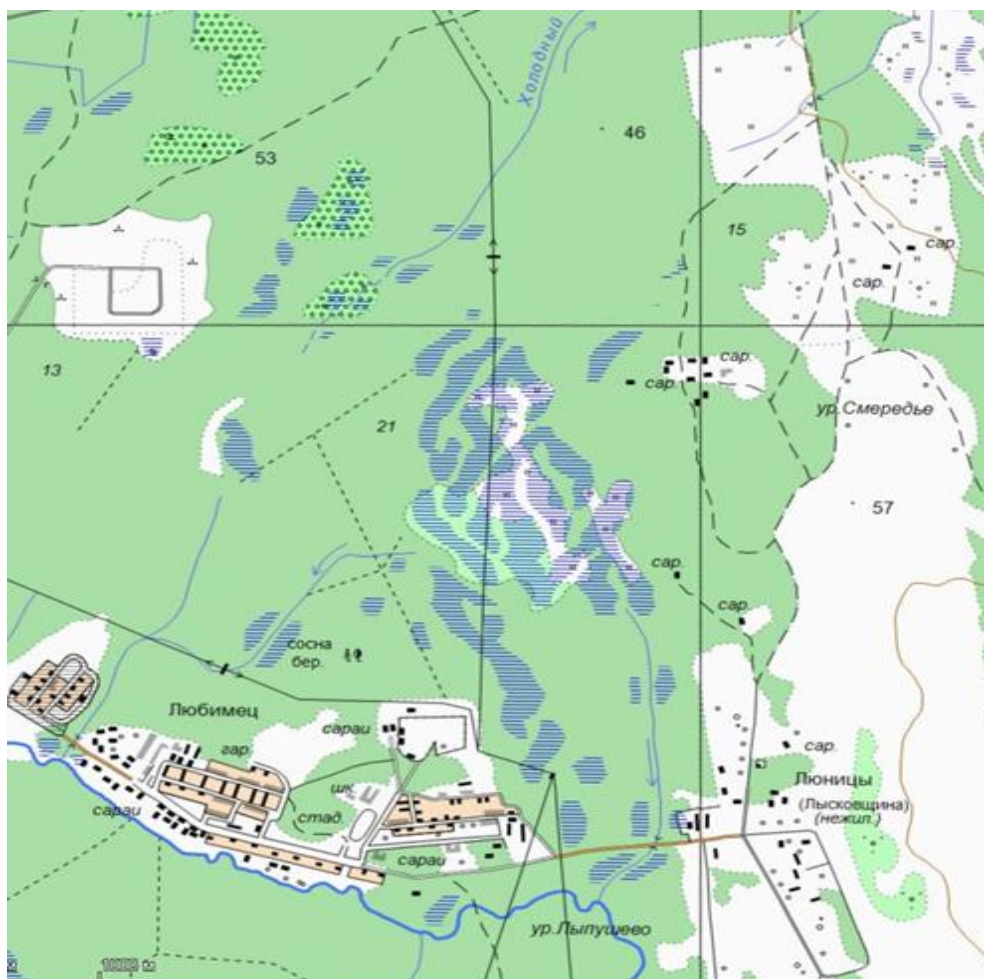

Рис. 1. Карта участка местности в растровом виде
1. Загрузка растра в САПР Autodesk AutoCAD (рис. 1).